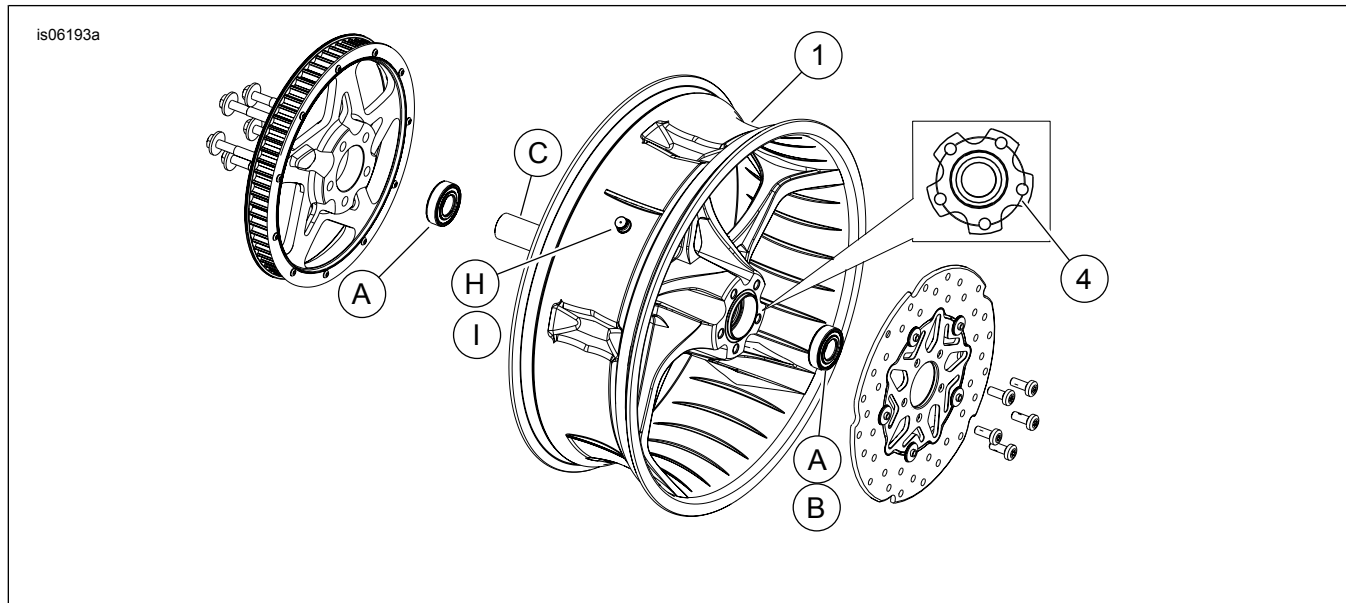

Abbildung 1. Ersatzteile: „Stinger“-Hinterrad
Siehe Abbildung 1 und Tabelle 2.
2. Siehe Abbildung 1. Die Ventilschaft-Baugruppe (H oder I) am Rad anbringen. Siehe Werkstatthandbuch.